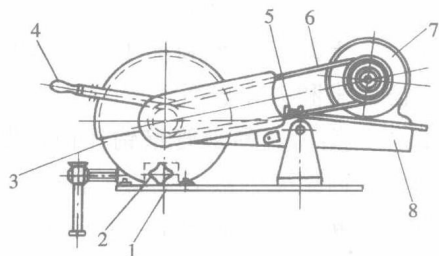

图 1-16 便携式金刚砂锯片机
便携式金刚砂锯片机如图 1-16 所示, 由工作台面、夹管器、金刚砂锯片及电动机等几部分组成。
(1) 磨割操作。图 1-16 所示的砂轮切割机的操作方法、步骤如下: 切管